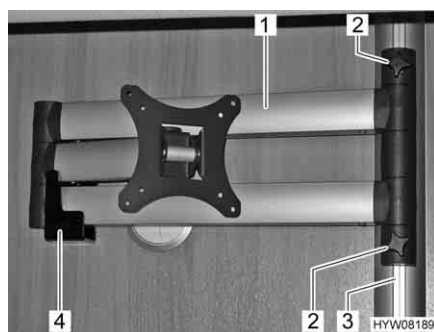

Fig. 84 Schermo piatto sul braccio snodato
- Svitare le viti a testa cilindrica zigrinata (Fig. 84,2).
- Spingere verso l'alto il braccio snodato (Fig. 84,1) nella guida (Fig. 84,3), finché esso non viene più sostenuto dal supporto (Fig. 84,4).
- Stringere di nuovo le viti a testa cilindrica zigrinata (Fig. 84,2).